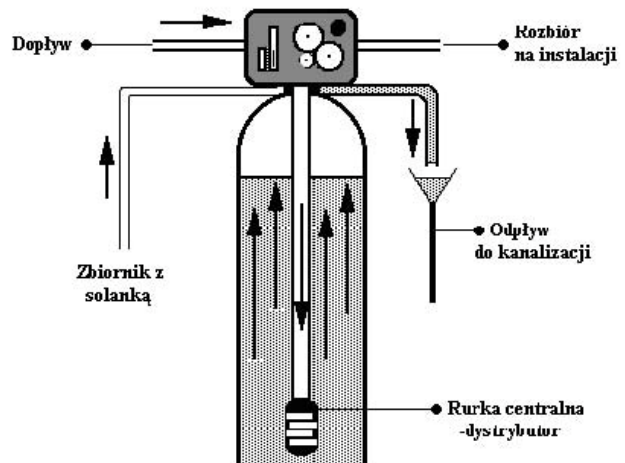

Rys. 11.1.3
3. bieżący tryb pracy urządzenia (rys. 11.1.3)